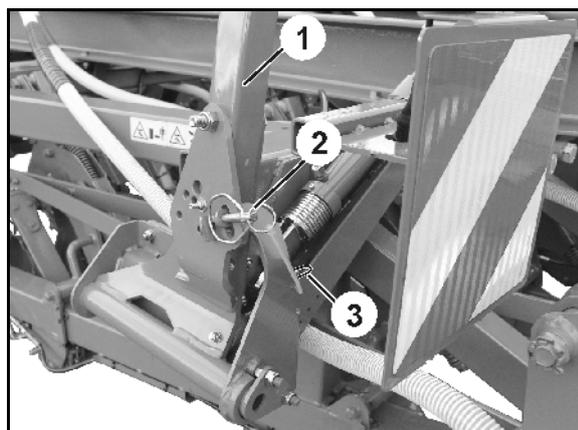

Fig. 64
Antes de transitar por vías públicas o no públicas se asegurarán los discos trazadores (Fig. 64/1) con pasadores clavija (Fig. 64/2) contra cualquier descenso involuntario de los mismos.
1. Sujetar el brazo de los discos trazadores (Fig. 64/1) y quitar los pasadores clavija (Fig. 64/2).
2. Quitar los pasadores clavija en caso de no usar (Fig. 64/3) el perno.